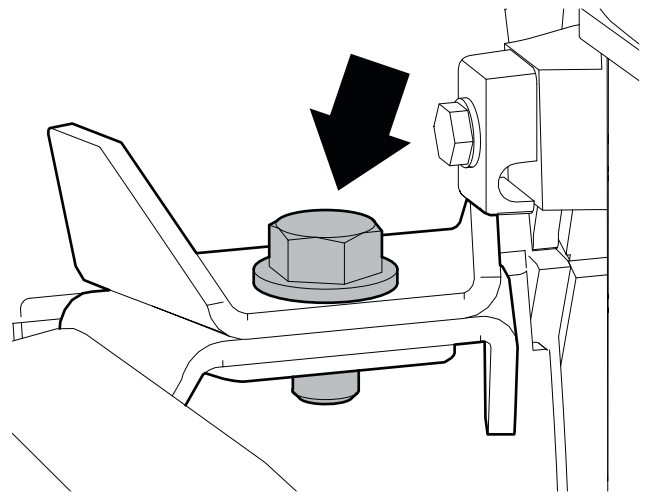

Figure 22 – Attache du boîtier supérieur du rotor
2. Retirez la fixation du boîtier supérieur du rotor, puis ouvrez celui-ci. Voir *Figure 22*.
9. Installez l'attache du boîtier supérieur du rotor. Voir *Figure 22*. Utilisez une clé dynamométrique étalonnée pour serrer l'attache à **45 Nm (33 lbf/pi)**.